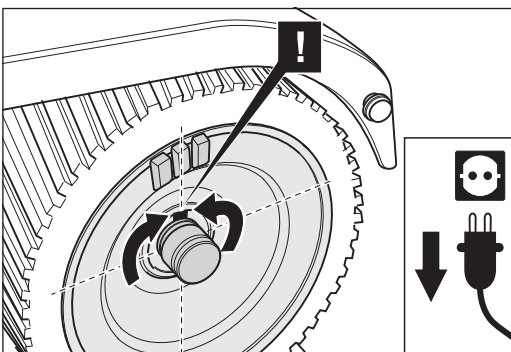

Abb. 89 Die Schleifwalze drehen bis die Passfedernut nach oben zeigt, damit die Passfeder nicht aus der Welle fallen kann.
- 8 Drehen Sie die Schleifwalze bis die Passfedernut nach oben zeigt, damit die Passfeder nicht aus der Welle fallen kann (Abb. 89).